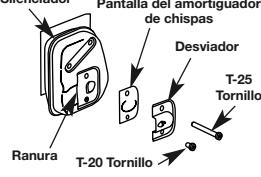

Fig. 38
- Cambie las bujías que estén rajadas, sucias o deterioradas. Fije la separación de aire a 0,635 mm (0,025 pulg.) utilizando un calibrador (Fig. 38).